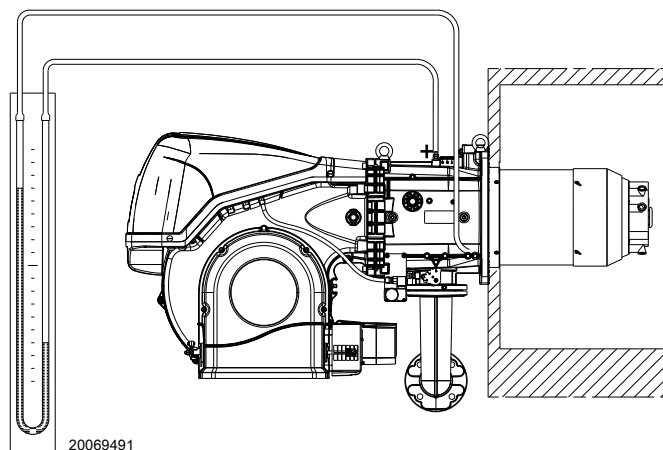

图 29
- 安装一个 U 型压力计或差压压力计 (图 29)，插座的 (+) 端为管路接口的燃气压力，(-) 端在炉腔内